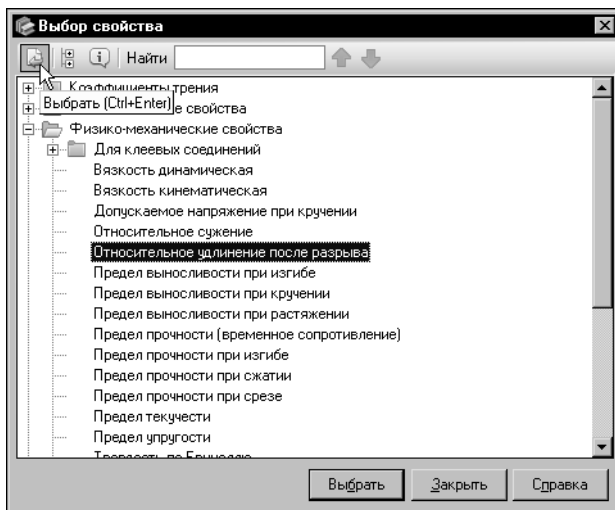

Рис. 3.3. Диалог **Выбор свойства**
6. В дереве свойств диалога раскройте группу *Физико-механические свойства*, укажите свойство *Относительное удлинение после разрыва* и нажмите кнопку **Выбрать** (рис. 3.3).